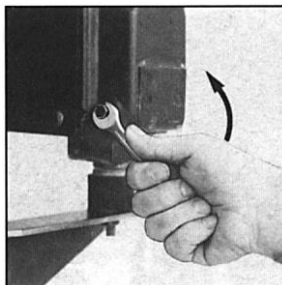

Рис.82.1
- Выверните пробку и слейте в приготовленную емкость охлаждающую жидкость из радиатора (рис.82.1).